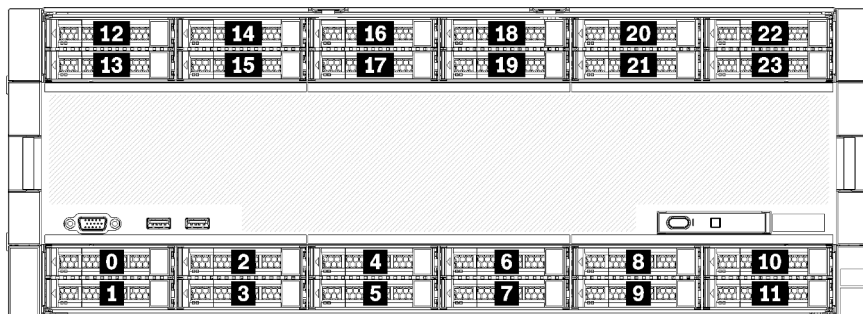

Figura 3. Posizioni dei vani delle unità
- Le due unità superiori supportano unità di interfaccia SAS, SATA o NVMe (Lenovo AnyBay). Il server può supportare fino a 12 unità NVMe, a seconda della configurazione del server. I vani delle unità compatibili con NVMe sono quelli con numeri pari, come mostrato in Figura 3 "Posizioni dei vani delle unità" a pagina 16.